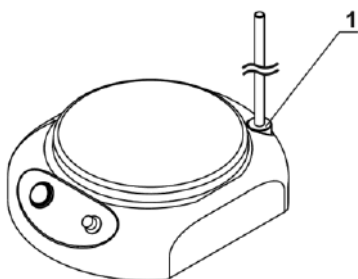

Рисунок 1. Штатив SR-1 для MMS-3000
- 4.4. **Установка штатива SR-1 на MMS-3000.** Выкрутите и сохраните винт из крепления штатива (рис. 1/1) на задней стороне прибора. Закрепите часть штатива с контргайкой, вкрутив эту часть (рис. 1/1) и закрепив контргайкой. Закрутите вторую часть штатива в установленную.